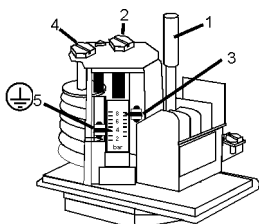

Fig. 2
Taratura (vedi fig. 2):
- Esecuzione con ripristino manuale (FF4-..DRH oppure DDH): alla caduta di pressione sotto il punto inferiore di intervento oppure al salire della pressione sopra il punto superiore di intervento azionare il pulsante di reinserzione 1 (fig.2).